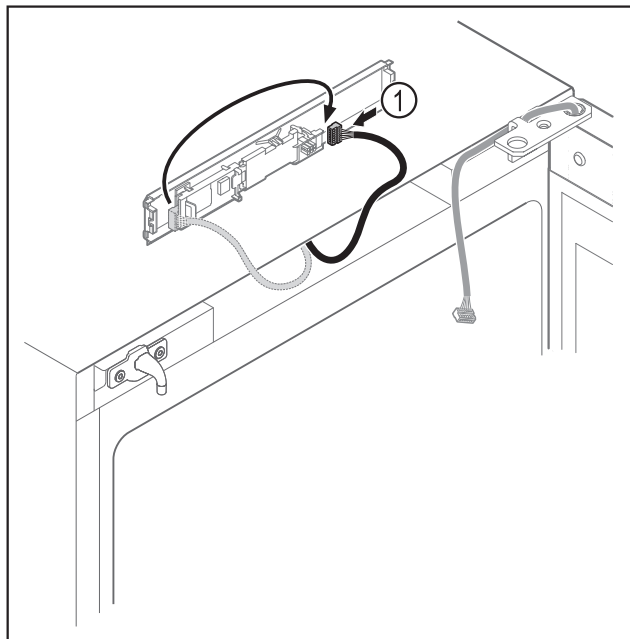

Fig. 16
- Ponovno spojite utikač Fig. 16 (1) na tiskanu pločicu.